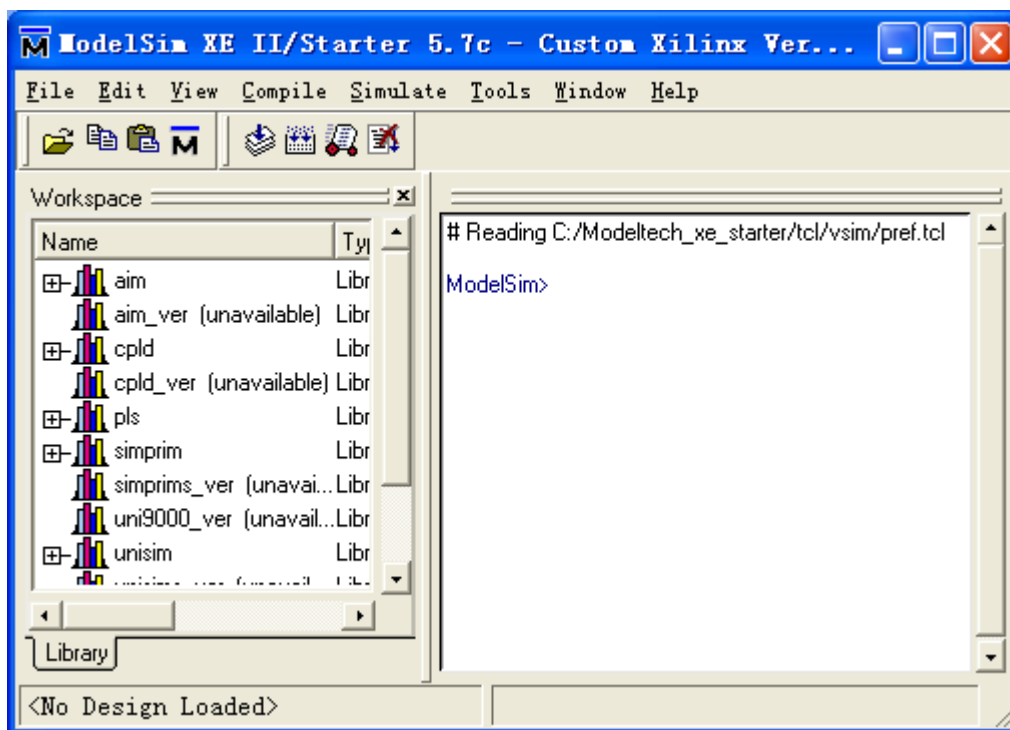

图 8-3-1 ModelSim 开始界面
- 1、运行 ModelSim，方法是点击开始->程序->ModelSim XE II 5.7c->ModelSim 或双击桌面上的快捷方式，会出现如图 8-3-1 所示的界面，如果上一次使用 ModelSim 建立过工程，这时候会自动打开上一次所建立的工程；